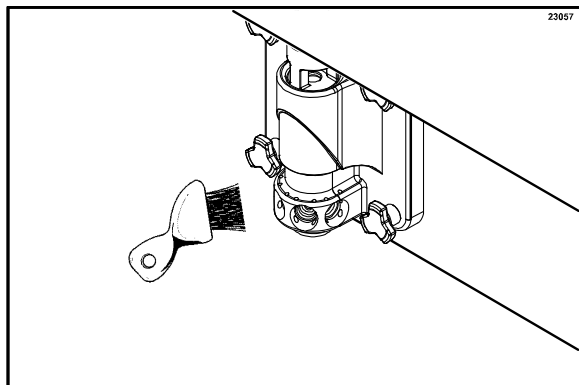

Figura 25
5. Com a escova para o orifício de xarope, esfregue cada orifício de saída de xarope de 10 a 15 vezes. Mergulhe a escova na solução sanitizante antes de esfregar cada orifício. (Veja a Figura 25.)